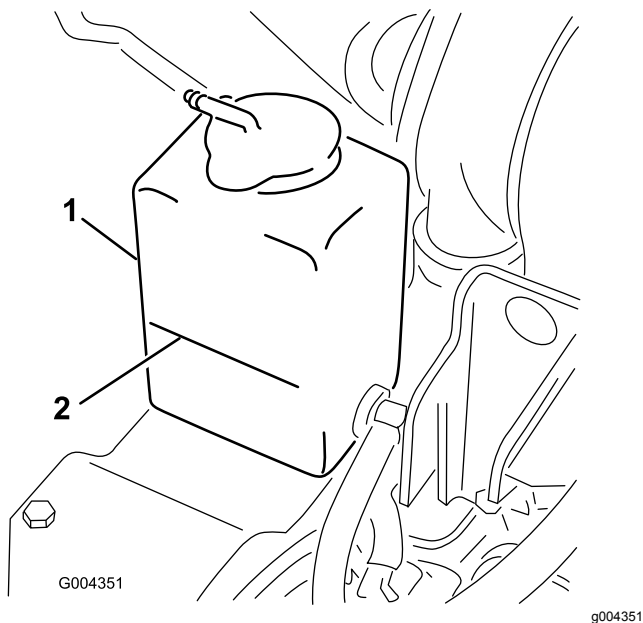

Bild 50
3. Prüfen Sie den Kühlmittelstand im Ausdehnungsgefäß (**Bild 50**).
- I. Füllen Sie Kühlmittel in das Ausdehnungsgefäß, bis der Stand an die Voll-Markierung an der Seite des Behälters liegt (**Bild 50**).